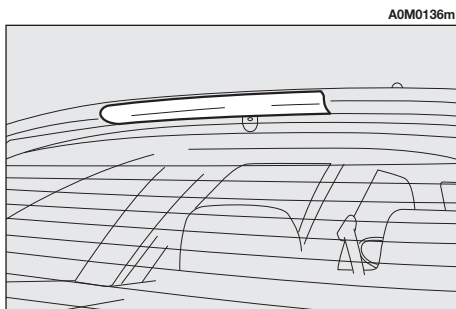

fig. 56
– Rimuovere e sostituire la lampada interessata (di tipo sferico con innesto a baionetta) premendola leggermente e ruotandola in senso antiorario (**fig. 56**):
La luce di arresto supplementare è integrata nello spoiler posteriore (fig. 56).